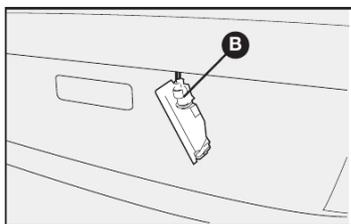

fig. 35
- 2) retirar a lâmpada **B-fig. 35** de sua sede empurrando-a e girando-a no sentido anti-horário.